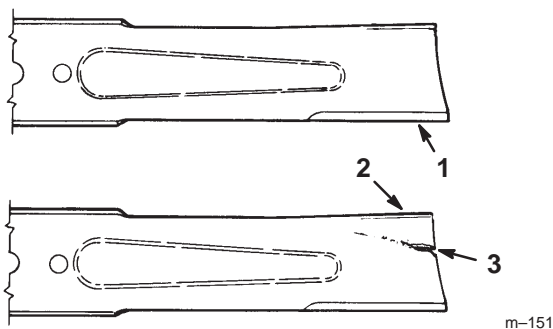

Bild 10
1. Untersuchen Sie die Schnittkanten (Bild 10). Entfernen und schärfen Sie die Messer, wenn die Kanten nicht scharf sind oder Auskerbungen aufweisen. Siehe Schärfen der Messer, Seite 13.
2. Untersuchen Sie die Schneidmesser, insbesondere den gebogenen Bereich (Bild 10). Wenn Sie Schäden, Verschleiß oder Rillenbildung in diesem Bereich feststellen (Bild 10), muss sofort ein neues Schneidmesser eingebaut werden.